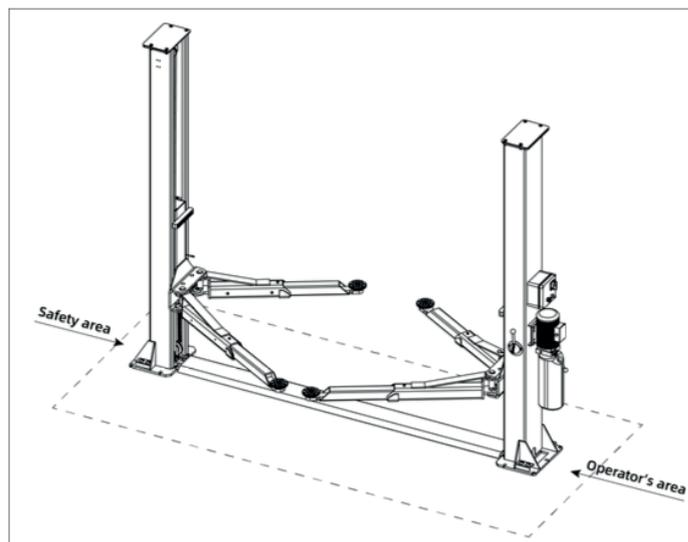

Fig. 2 - Zone de travail
- ✓ Les personnes restent dans la zone de sécurité pendant la montée du véhicule. **(Fig. 2)**